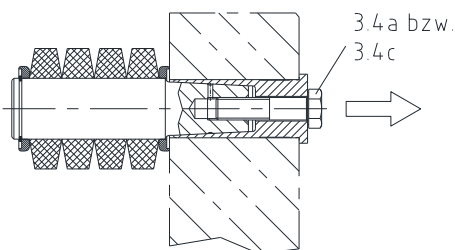

Bild 19: Demontage der Sechskantschraube
- Demontieren Sie die Schraube (Bild 19; Bauteil 3.4a oder 3.4c). Anschließend reinigen Sie die Gewindebohrung und das Gewinde der Schraube.